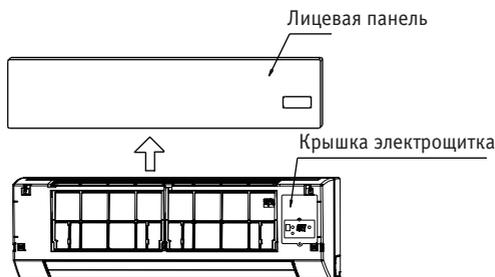

Рис. 7-1
1. Снимите лицевую панель, затем демонтируйте крышку электрощитка (см. Рис. 7-1).
Откройте лицевую панель, чтобы открыть доступ к вспомогательной кнопке, расположенной на панели индикации (см. Рис. 7-1).